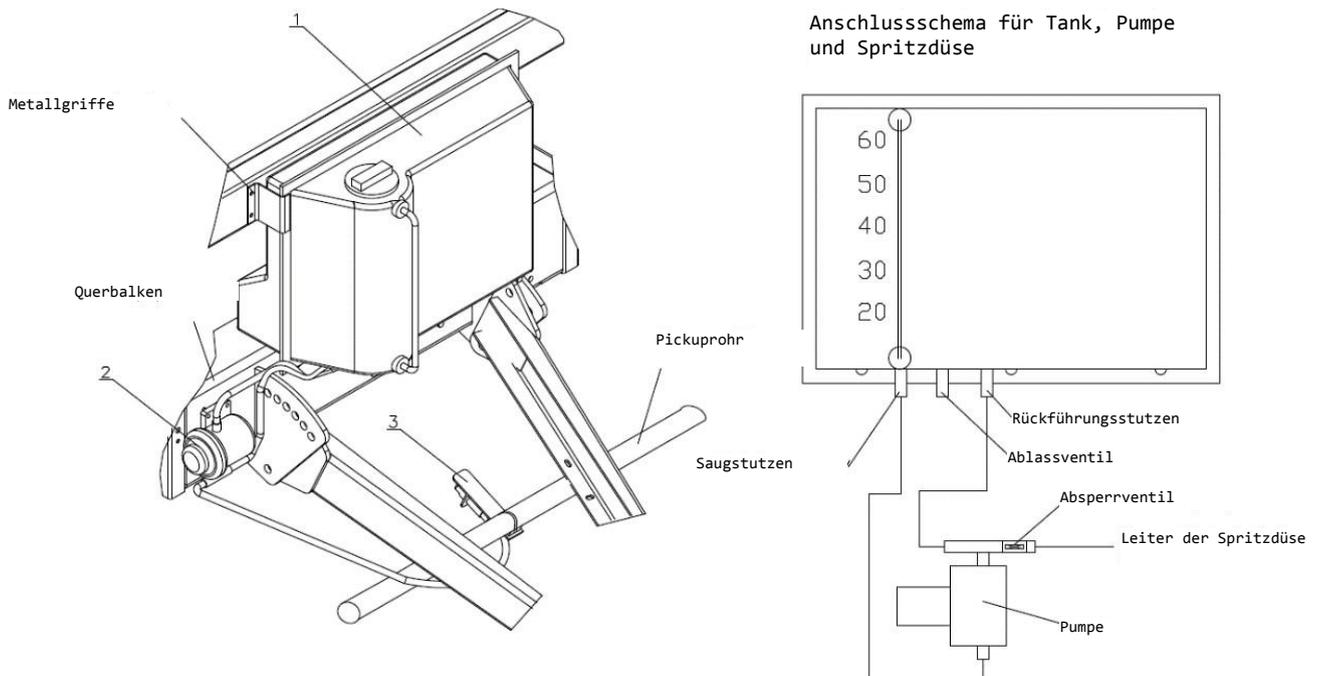

Abbildung 18. Silage-Applikator
Der Applikator befindet sich an der in Abbildung 18 gezeigten Stelle. Wenn Sie den Applikator zu einem späteren Zeitpunkt kaufen, ist es möglich, ihn selbständig (bei vorheriger Überprüfung der Vollständigkeit des Kaufs) zu montieren oder dies bei einer autorisierten Servicestelle des Verkäufers oder Herstellers vornehmen zu lassen.
Die Montage des Applikators beginnt mit der Installation der Pumpe (2) am Querträger an der im Schema gezeigten Stelle (Abbildung 18).